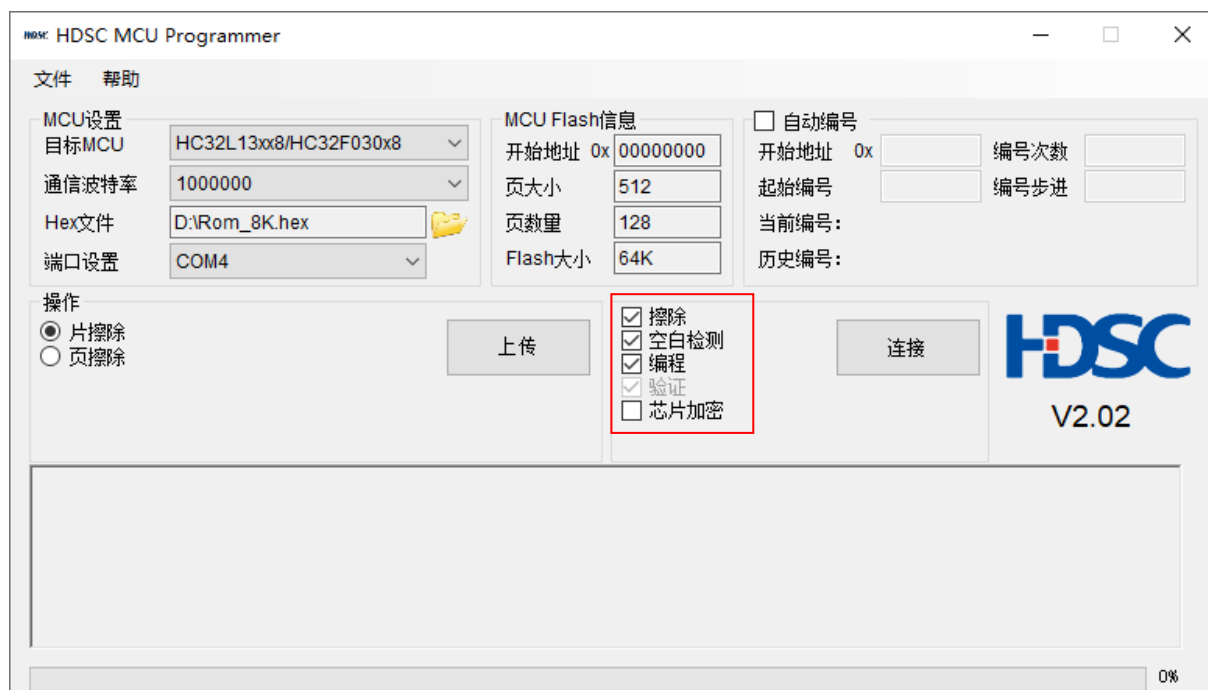

图 8 选择操作
- 3) 选择想要的操作。例如选取“擦除”、“空白检测”、“编程（验证）”复选框。如图 8 所示。